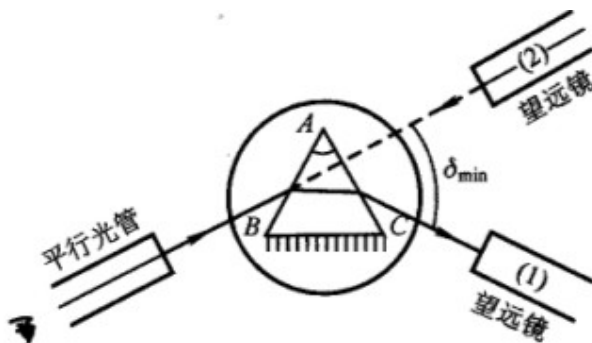

图 7.1.2-11 测最小偏向角方法
(1) 平行光管狭缝对准前方汞灯光源。
(2) 旋松望远镜止动螺钉 (16) 和游标盘止动螺钉 (23)，把载物台及望远镜转至如图 7.1.2-11 中所示的位置 (1) 处，再左右微微转动望远镜，找出棱镜出射的各种颜色的汞灯光谱线 (各种波长的狭缝像)。
(3) 轻轻转动载物台 (改变入射角  $i_1$ )，在望远镜中看到谱线跟着动。改变  $i_1$ ，应使谱线往  $\delta$  减小的方向移动 (向顶角  $A$  方向移动)。望远镜要跟踪光谱线转动，直到棱镜继续转动，而谱线开始要反向移动 (即偏向角反而变大) 为止。这个反向移动的转折位置，就是光线以最小偏向角射出的方向。固定载物台 (锁紧 23)，再使望远镜微动，使其分划板上的中心竖线对准其中的那条绿谱线 (546.1 nm)。
记下此时两游标处的读数  $\theta_1$  和  $\theta_2$ 。取下三棱镜 (载物台保持不动)，转动望远镜对准平行发光管，即图 7.1.2-11 中 (2) 的位置，以确定入射光的方向，再记下两游标处的读数  $\theta'_1$  和  $\theta'_2$ 。此时绿谱线的最小偏向角